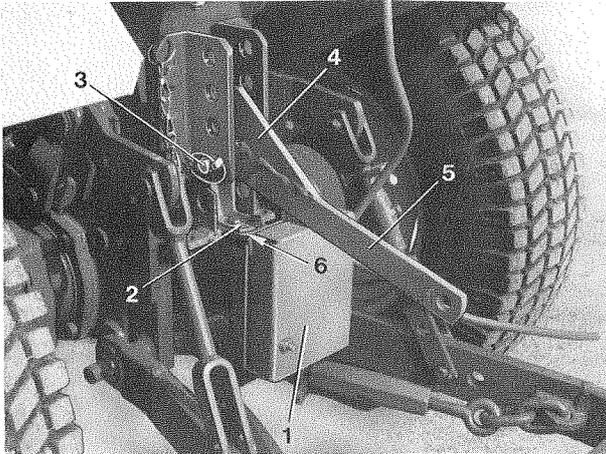

Abb. 49
2. Haltewinkel (2 Abb. 49) auf Lagerplatte (6 Abb. 49) aufschrauben (2 Schrauben M8 x 20 mit Federscheibe und Mutter)
4. Oberlenker (5 Abb. 49) am Schlepper in unterster Bohrung (3 Abb. 49) abstecken. Aushubbegrenzung bzw. Oberlenkeranschlag (4 Abb. 49) muß nach oben zeigen.